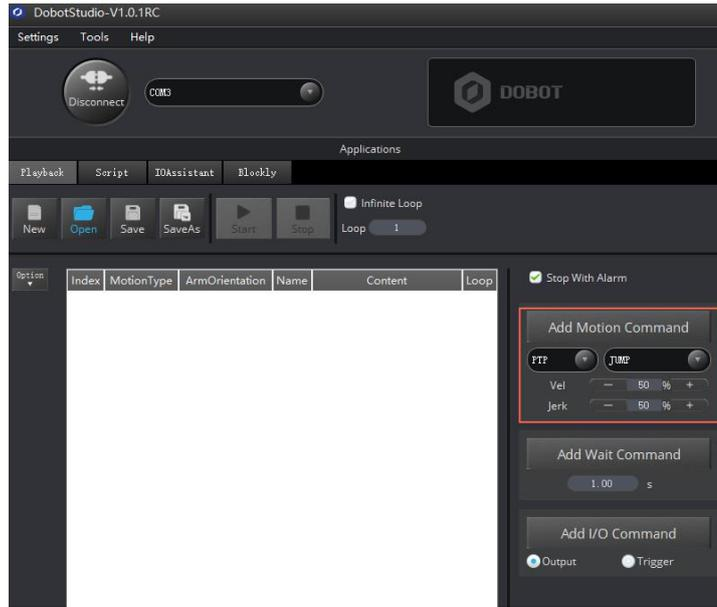

图 6.5 运动模式选择示意图
- 步骤 3 在“Playback”界面选择运动模式为“PTP>JUMP”，如图 6.5所示，JUMP的存点约束请参见6.1.4 JUMP存点说明。